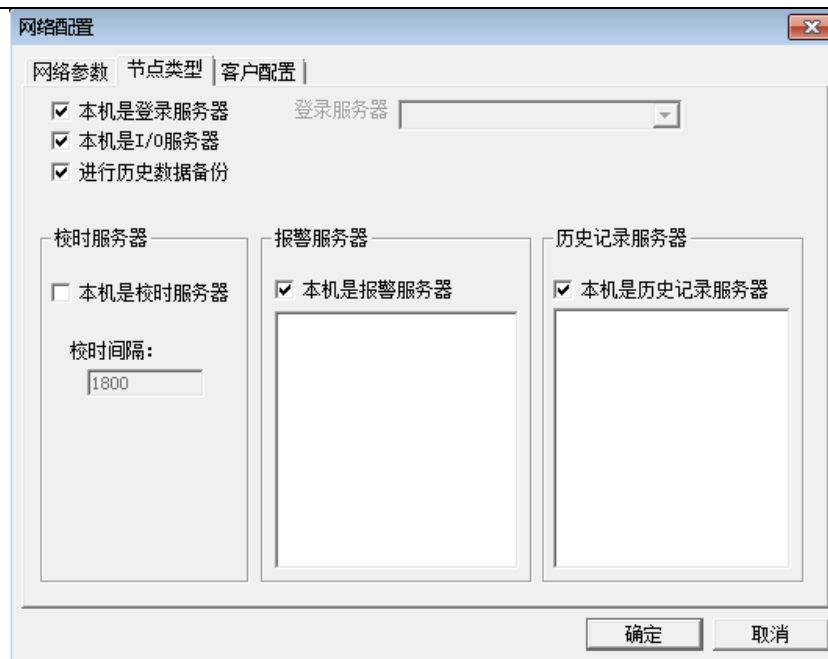

图 11-3 服务器节点类型页对话框
3、单击网络配置窗口中的“节点类型”属性页，其属性页的配置如图 11-3 所示。